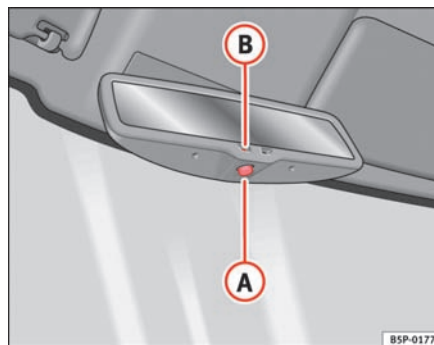

Fig. 87 Bakspejl med automatisk afblænding
- Tryk på knappen (A) ⇒ fig. 87. Kontrollampen (B) slukker.
- Tryk på knappen (A) ⇒ fig. 87. Kontrollampen lyser.